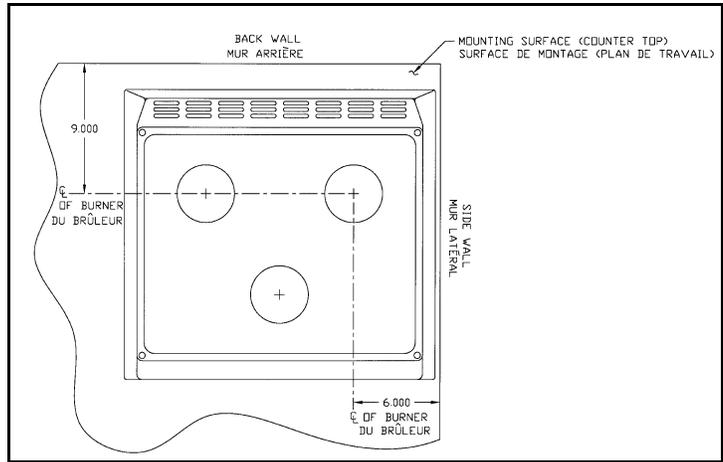

Figure 1A
2. Dégagements de séparation des murs - valeurs à respecter au-dessus et au-dessous du plan de travail. Voir Figure 1A